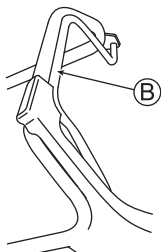

Abb. 18
4 Drücken Sie den Kupplungshebel (B) nach vorne, um mit dem Mähen zu beginnen. (Siehe Abb. 18)